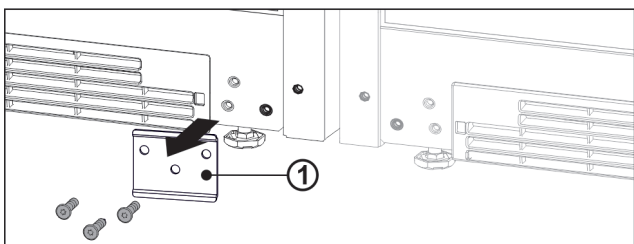

Fig. 13
- ▶ Ak je namontovaný plech Fig. 13 (1), tak ho odskrutkujte.